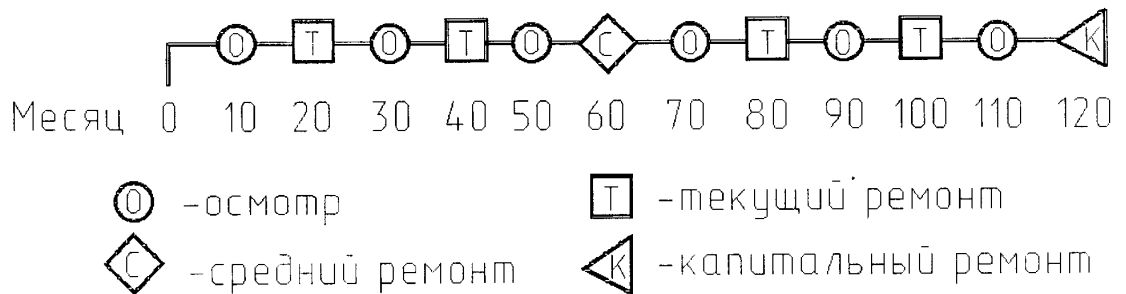

Рис.13.
13.2. При эксплуатации станка в соответствии с требованиями и рекомендациями, изложенными в предшествующих разделах и соблюдении профилактических мероприятий настоящего раздела, его межремонтный цикл (срок службы до первого капитального ремонта) равен 10 годам при двухсменной работе. За период межремонтного цикла станок должен быть подвергнут шести осмотрам, четырем текущим ремонтам и одному среднему в сроки, указанные в рекомендуемом графике плановых ремонтных работ (см.рис. 13).